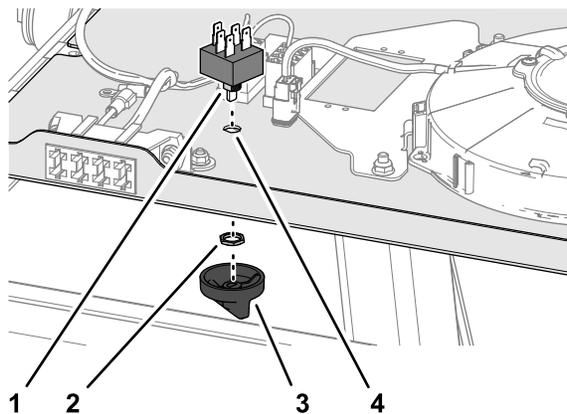

図 5
1. ファンスイッチの外側シャフトの平たい部分を、スitchパネルのD字形の穴に合わせる 図 5。
2. ファンスイッチのシャフトをパネルの穴に通し、スイッチをジャムナットで固定する 図 5。
3. ノブのD字形の穴を、ファンスイッチのシャフトの内側シャフトの平たい面に合わせる 図 5。
4. スイッチにノブを押し付けて完全に押し込む 図 5。